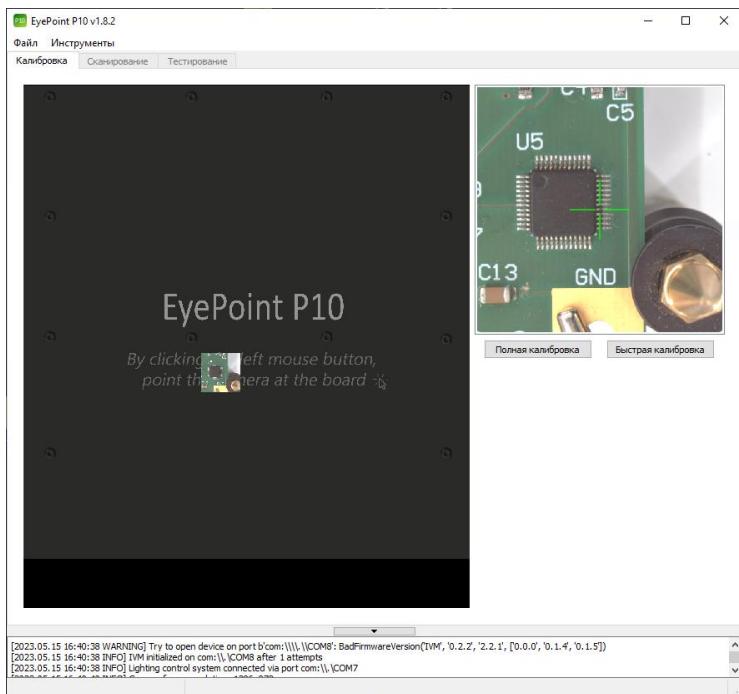

Рисунок 12. Внешний вид вкладки «Калибровка» главного окна ПО EyePoint P10b.
1. Перейдите на вкладку «Калибровка» главного окна программы (Рисунок 12).